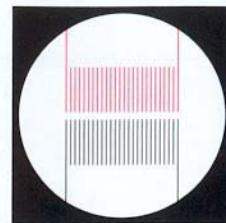

Bild 15
Die Halogenlampe ist optimal justiert, wenn die abgebildeten Wendel auf dem Objektivschutzdeckel wie in der Abbildung (Bild 15) aussehen.
The halogen lamp is adjusted optimally when the displayed spiral appears on the lens cover as shown (Fig. 15).
La lampe halogène est ajustée de façon optimale lorsque les spirales représentées sur le cache de protection de l'objectif ressemblent à celles de l'illustration (figure 15).
Die Lampe ist optimal justiert, wenn eine maximale Annäherung an die Wendelabbildung (Bild 15) erreicht ist.
The lamp is adjusted optimally when the spiral is displayed as close as possible to that shown (Fig. 15).
La lampe est ajustée de façon optimale lorsqu'une ressemblance maximale aux spirales représentées (figure 15) est atteinte. Fermer le couvercle de la boîte à lumière (15).